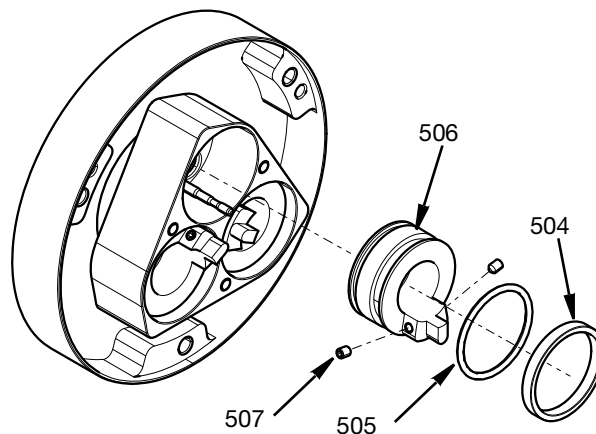

FIG. 11
- Entfernen Sie den Kolben (506) durch Lösen der beiden M4-Stellschrauben (507), die das Kolben- und Stangenabsperrenteil entriegeln. Sobald die
Schrauben entfernt sind, ist der Kolben (506) zugänglich. Der O-Ring (505) und der Führungsring (504) können entfernt werden. Siehe FIG. 11.